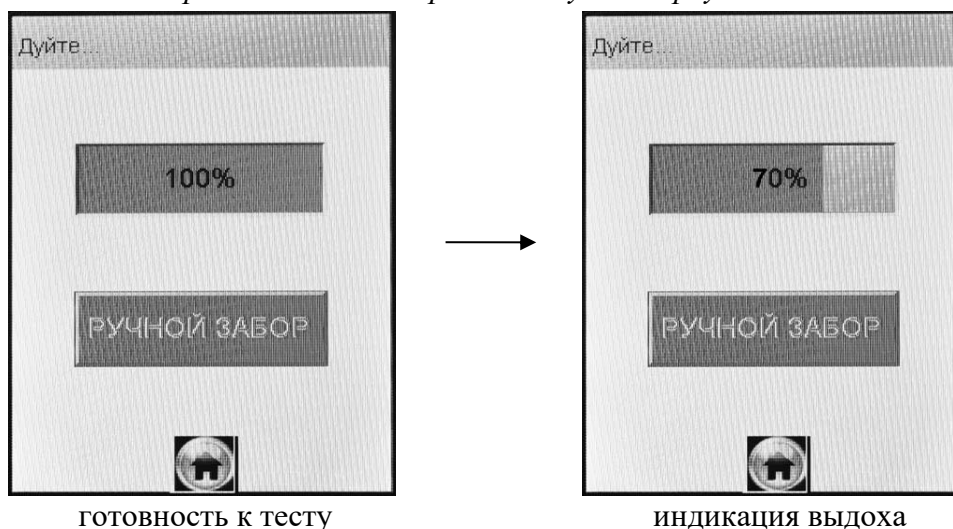

Рисунок 24 – Режим скрининга
2.11.2 Выберите режим скрининга, касаясь стилусом соответствующего пункта-иконки. На сенсорном экране появится сообщение о готовности к тесту (рисунок 24, слева).
2.11.5 Если обследуемый обеспечивает требуемый расход выдыхаемого воздуха, во время выдоха звучит опорный звуковой сигнал, и на индикаторе продолжительности выдоха предъядается оставшееся время выдоха в процентах (рисунок 24, справа). Выдох целесообразно прекратить по окончании опорного звукового сигнала. Анализатор произведет автоматический отбор пробы выдыхаемого воздуха из мундштука-воронки.